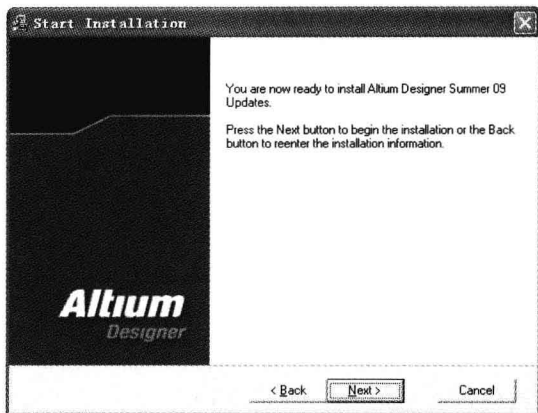

图 1-11 升级确认窗口
(3) 通常情况下, 升级向导会自动寻找到软件所安装的路径, 不必更改升级路径, 单击 **Next >** 按钮, 继续执行。弹出一个升级确认窗口, 提示将进行升级, 如图 1-11 所示。